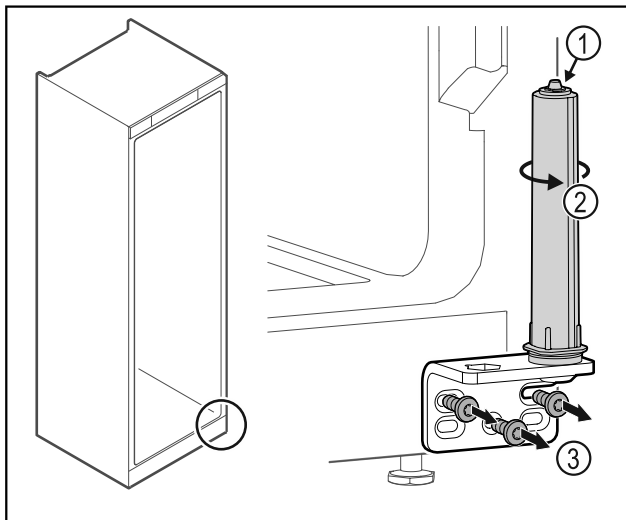

Fig. 37
- Türschließsystem nicht zerlegen Fig. 37 (1).
- Schließsystem Fig. 37 (2) drehen, bis es klickt.
- Scharnierwinkel Fig. 37 (3) abschrauben.